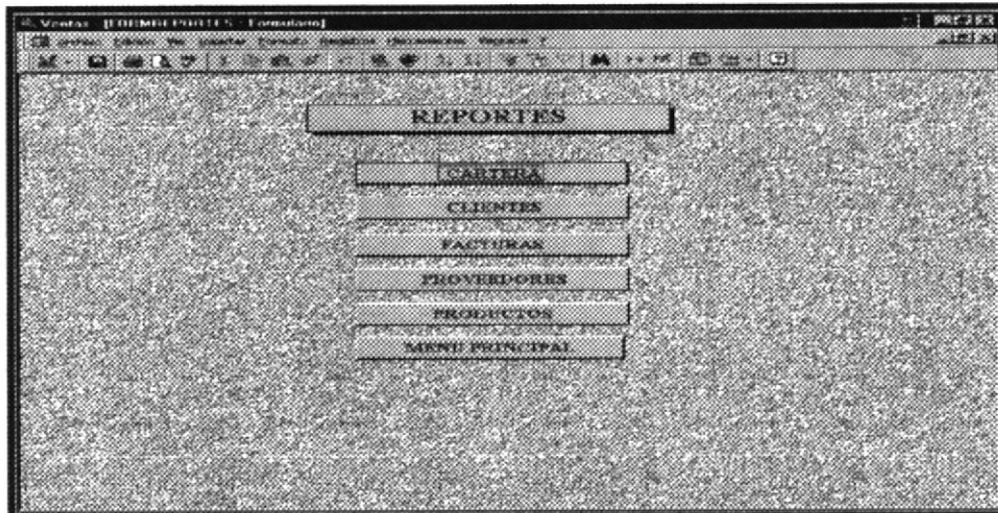

Figura 3.29 Pantalla Principal de Reportes
- ☛ Al hacer clic en **REPORTES** y aparecerá la pantalla de Reportes en la que consta de: **(Ver Figura 3.29)**